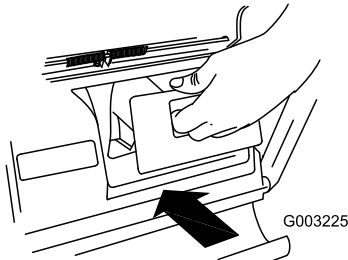

Figura 21
**Importante:** Asegúrese de que el tapón de descarga trasera está colocado antes de reciclar los recortes (Figura 21).